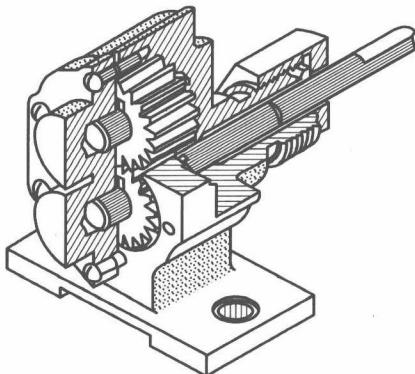
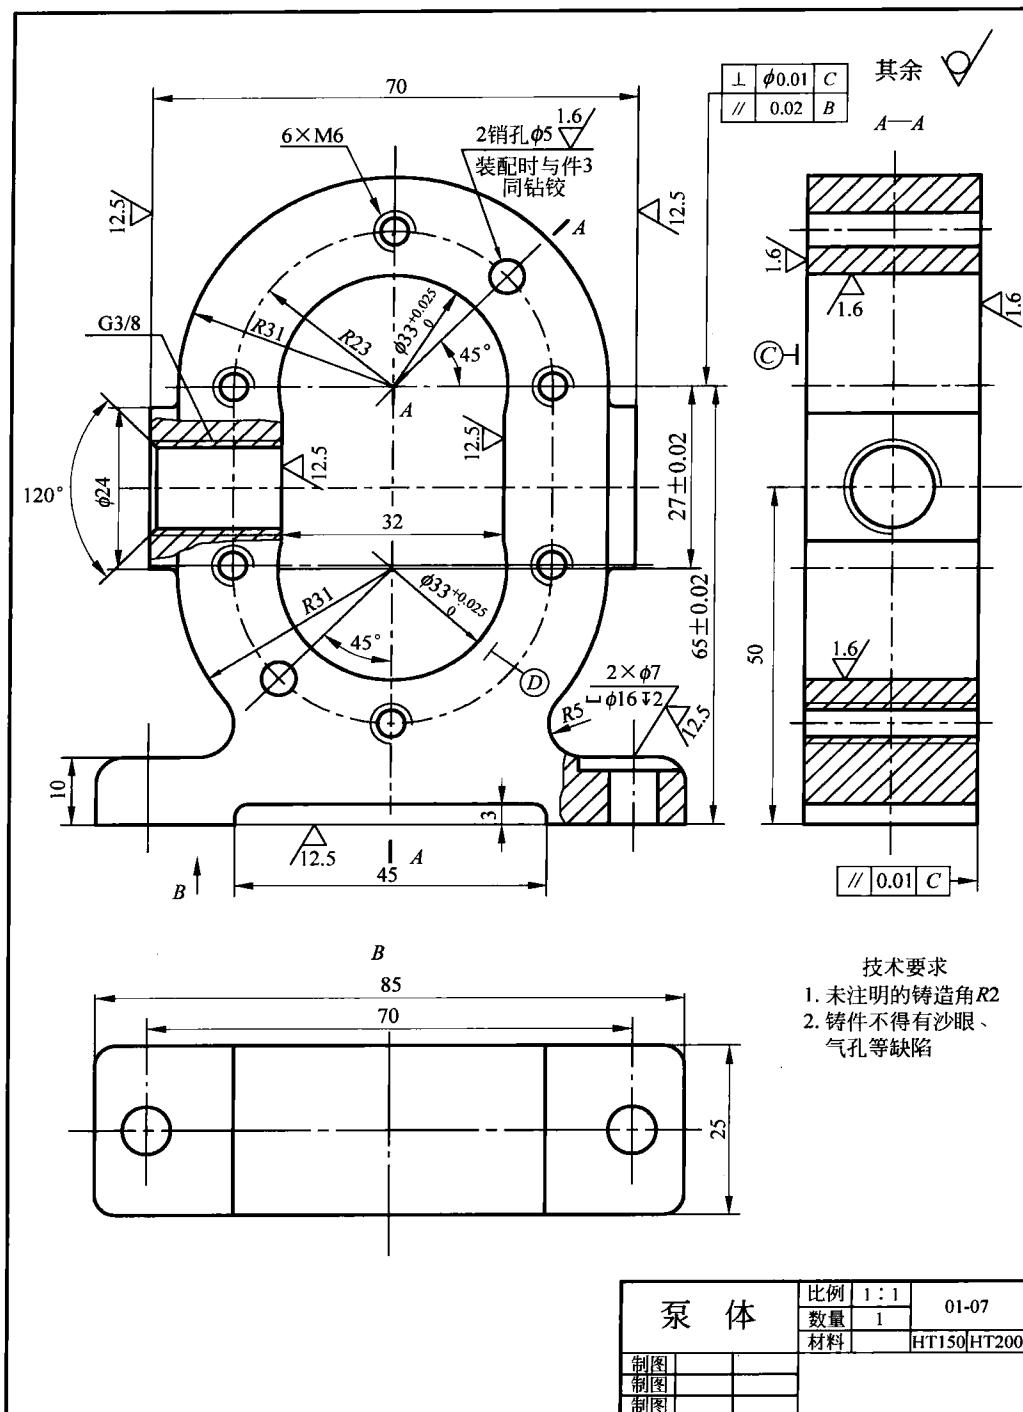

图 0-1 齿轮泵轴测图
图 0-2 泵体零件图
(1) 掌握基本理论和基本方法,结合生产实际完成一系列的制图作业,掌握空间物体和平面图形的转化规律,逐步培养空间想象力。
(2) 在读图和画图的学习过程中,要尽快熟悉和掌握国家标准及其他有关规定,在学习中应注意养成认真负责、耐心细致、一丝不苟的优良作风。
(3) 正确处理读图和绘图的关系。绘图可以加深对制图规律和内容的理解,从而提高读图能力;反之,正确地读图、对图样理解得好,又能提高绘图能力。齿轮泵的轴测图如图 0-1 所示,泵体的零件图如图 0-2 所示。